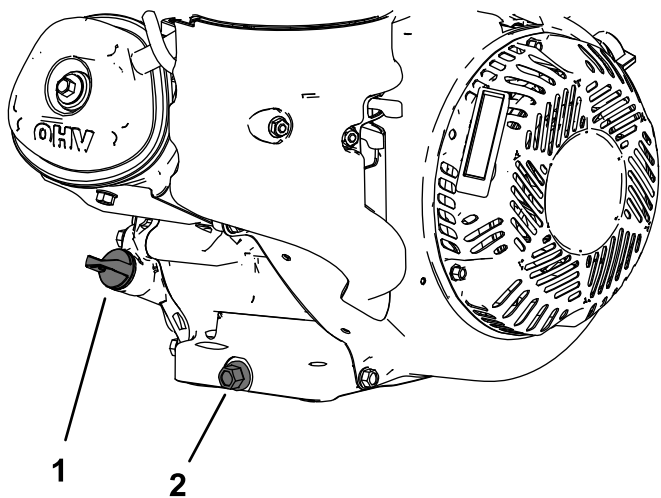

Рисунок 20
4. Снимите маслосливную пробку (Рисунок 20).